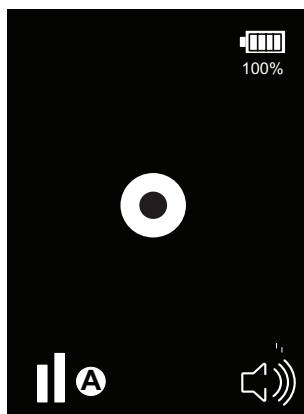

Fig. 6: Pantalla de estado estable.
3. El CS LD 1.0 está listo para comenzar a buscar fugas cuando suena un pitido de audio constante. El círculo central parpadeará en sincronización con el audio (Fig. 6)